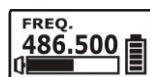

Bild 10
2. **Freq.:** Anzeige Frequenz, Bild 10
- (A) Die Sendefrequenz wird am Empfänger eingestellt und über die ACT-Funktion an den Sender übermittelt. Am Sender kann diese Einstellung nicht verändert, sondern nur angezeigt werden.
- (B) Drücken Sie so oft die MODE-Taste bis im Display FREQUENCY erscheint.
- (C) Die Frequenz bzw. der Kanal und die Kanalgruppe können nur am Empfänger verändert werden. Diese Information wird dann über die ACT-Funktion zum Sender übertragen.